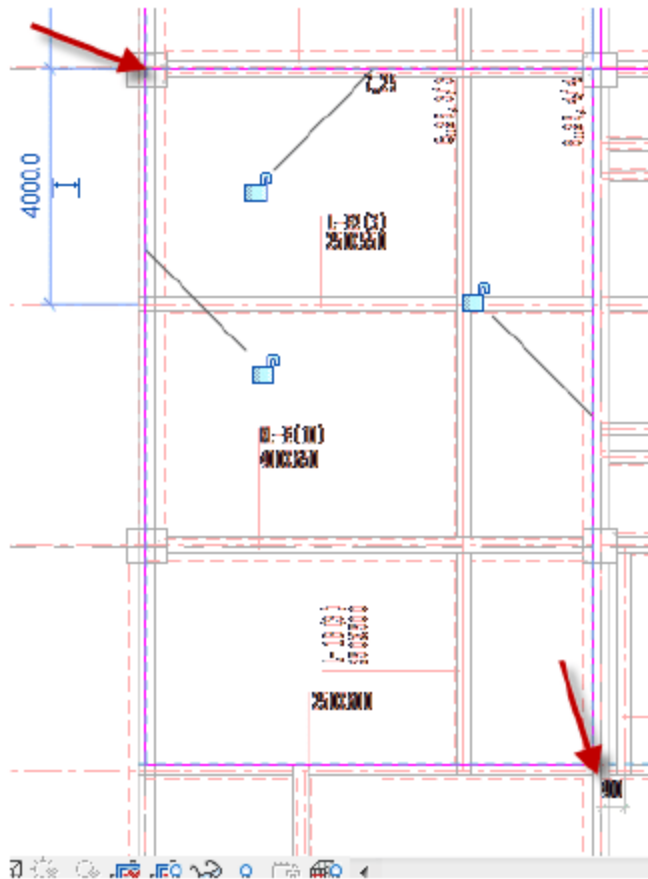

图 3.2.64 绘制 4 号板
(10) 绘制 4 号板，单击“矩形”按钮，绘制 4 号板，调整跨方向，将偏移量设置为 0，单击√按钮，完成绘制，如图 3.2.64 所示。